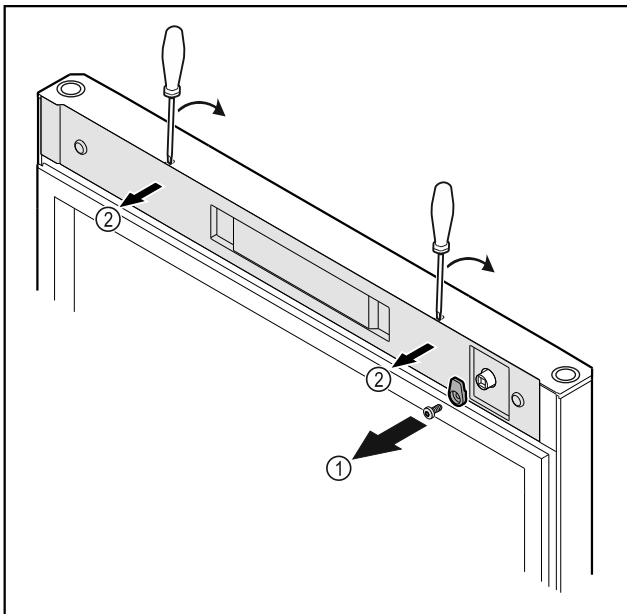

Fig. 19
- Desatornillar el gancho de cierre Fig. 19 (1).
- Desencajar la cubierta Fig. 19 (2) con un destornillador pequeño y retirarla.